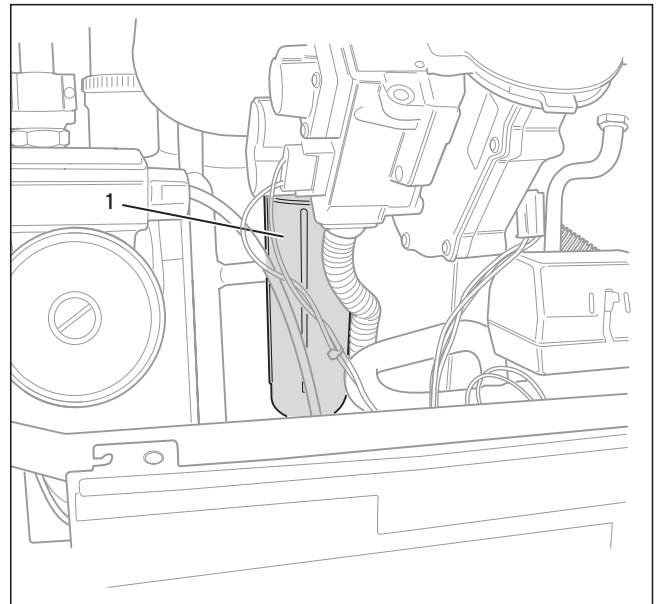

Fig. 8.11 Pulire il sifone della condensa
- Svitare la parte inferiore (1) del sifone della condensa (vedi fig. 8.11).